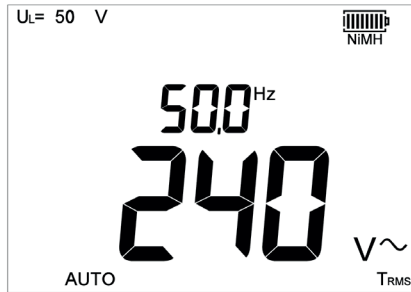

Bild 2, Displayanzeige MFT für Netzspannung und Frequenz.
5. Kontrollieren Sie die Netzspannungsanzeige am MFT wie in der Displayanzeige in Bild 2: